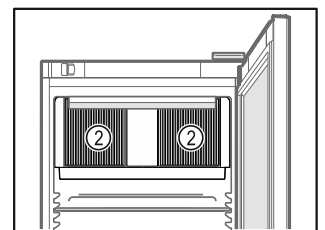

Fig. 76
- ❑ Дръжте вентилационните отвори Fig. 76 (2) на циркуляционния вентилатор във вътрешността свободни.